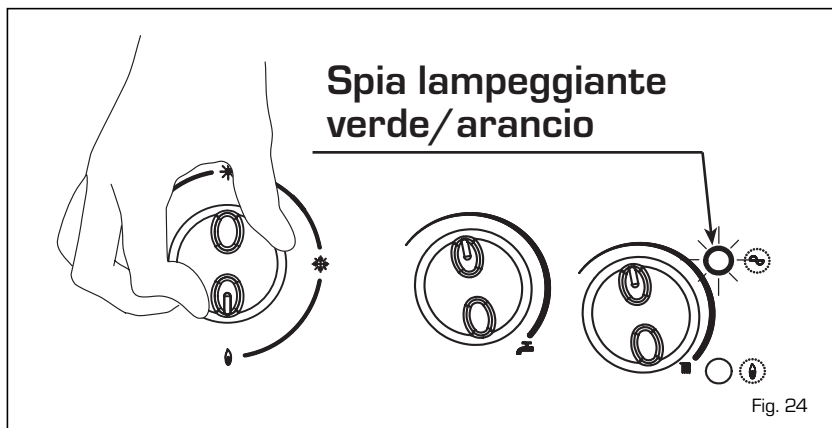

Fig. 24
4.71 Funzione spazzacamino (fig. 24)